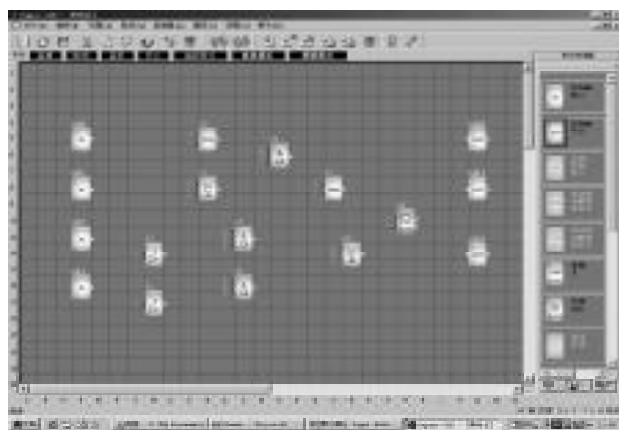

图 4.5 放置功能块
- 例如：完成通风系统控制的所有功能块，如图4.5所示，将所有的功能块全部放入编辑窗体内。